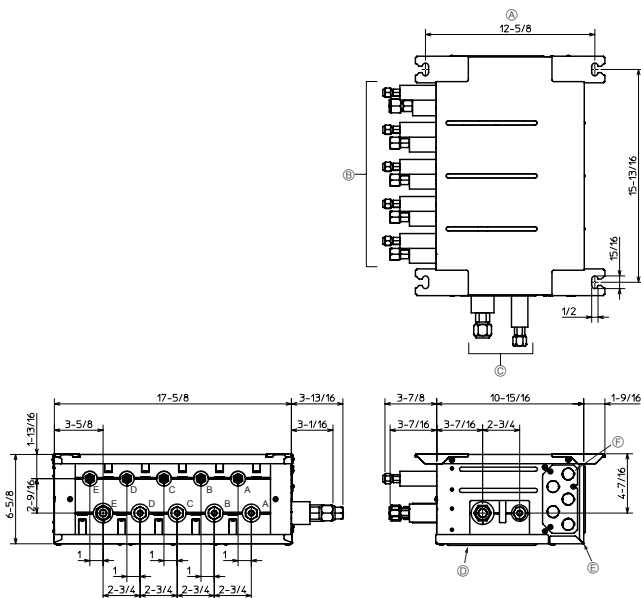

Fig. 4-2
■ PAC-MKA50BC (Fig.4-2)
- (1) Instale los pernos de suspensión (adquiridos localmente) con la separación especificada (Fig. 4-2, 4-3).